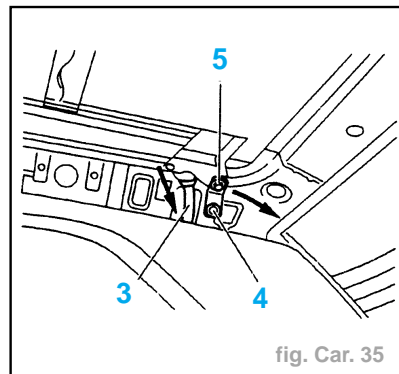

fig. Car. 35
- Déposer les fixations (2)
- Dégrafer les tuyauteries AV et AR (3) (fig. Car. 35).